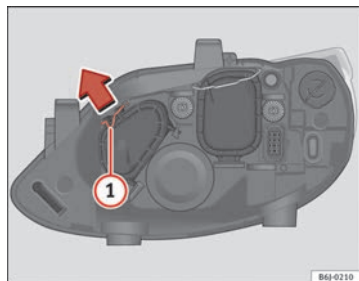

Fig. 150 Feux de route
- Déplacez le tirant ① dans le sens de la flèche puis retirez le cache ⇒ fig. 150.